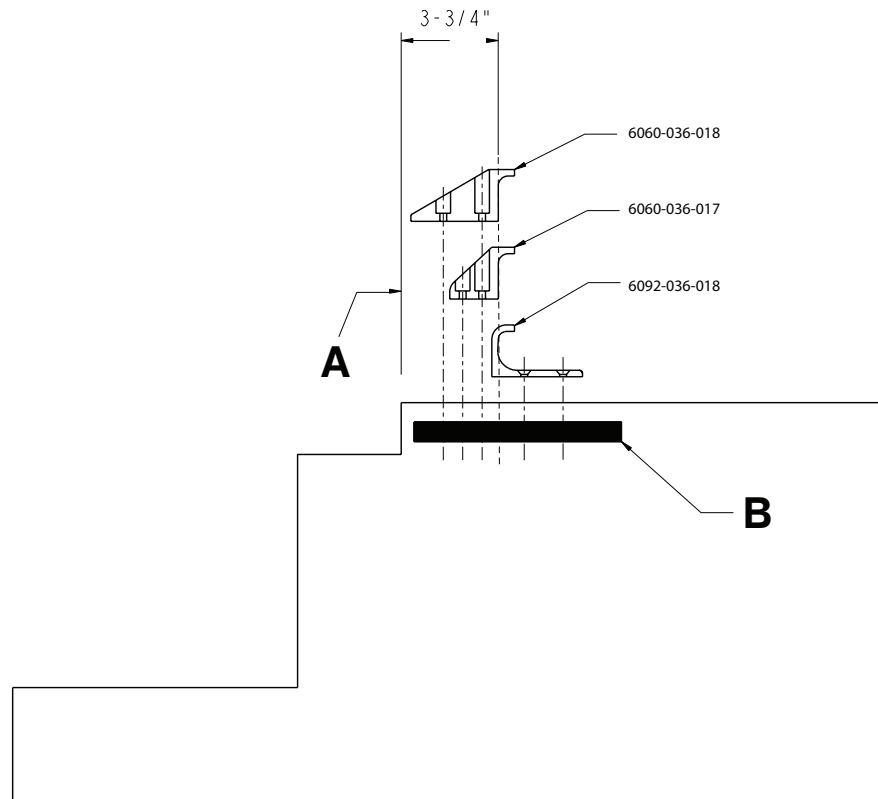

Figure 8 – Positionnement du crochet de sécurité du véhicule
2. Positionner le crochet de sécurité du véhicule à 3-3/4 po (9,5 cm) au moins du bord avant du seuil de la porte (A) (Figure 8). La distance recommandée depuis la partie avant du crochet de sécurité ne doit pas être inférieure à 3-3/4 po (9,5 cm).